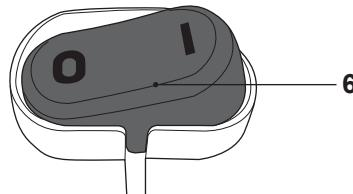

Fig. 16
- > Certifique-se de que o interruptor On/off (6) está na posição off O (Fig. 16).